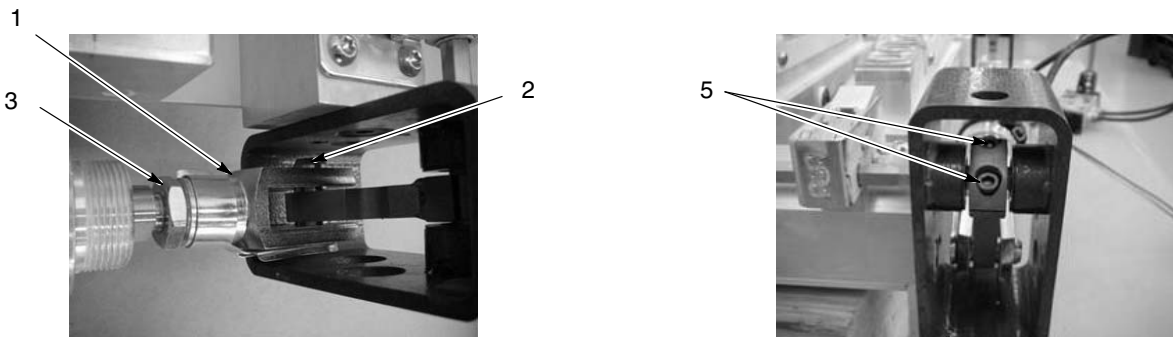

Figura 8-5 Înlocuirea cilindrului de blocare
2. A se vedea Figura 8-5. Deconectați tubul de aer de la supapele de reglare a debitului prin cilindru.
5. Desprindeți clemele de prindere a știftului cu cap și gaură (2) și scoateți ambele știfturi și levier.